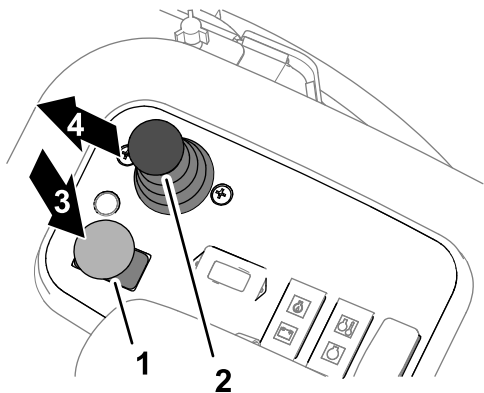

Figura 50
- 3. Premete l'interruttore di azionamento degli apparati di taglio in posizione di DISINNESTO (Figura 50).
5. Spostate la leva di comando Abbassa-Tosa/Alza in avanti (Figura 50).